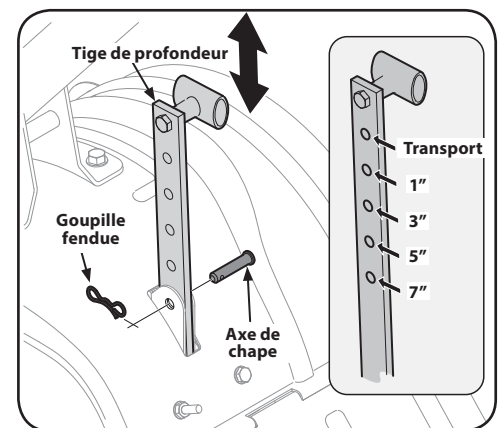

Figure 4-3
1. Lorsque vous utilisez le motoculteur pour la première fois, utilisez le deuxième réglage à partir du haut de la tige (une profondeur de labourage d'un pouce). Voir Figure 4-3.
6. Pour ajuster la tige de profondeur, retirez l'axe de chape et la goupille fendue. Placez la tige au réglage désiré et retenez-la avec l'axe de chape et la goupille fendue. Voir Figure 4-3.